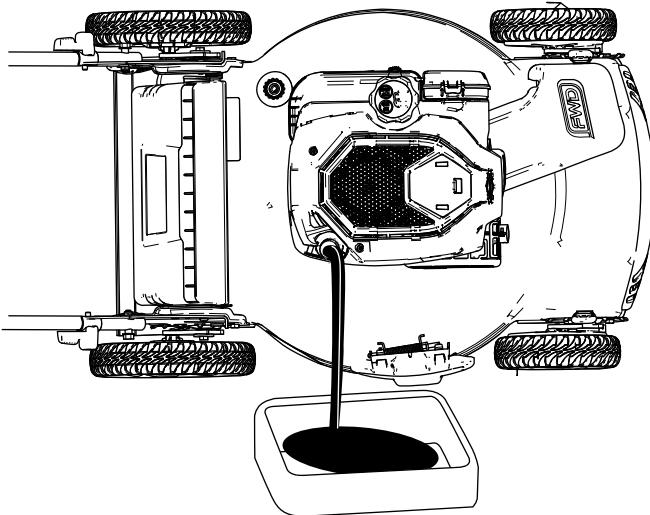

Bild 25
4. Kippen Sie die Maschine seitlich (Luftfilter nach oben), um das Altöl aus dem Ölöffnungsstutzen abzulassen (Bild 25).